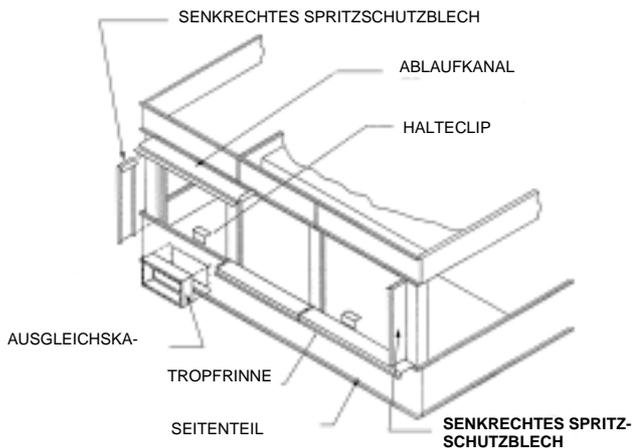

Abb. 8 – Tropfrinne und Spritzschutzblech (Typen mit 4,9 – 5,3 und 7,3 m Breite)
11. Setzen Sie das senkrechte Spritzschutzblech in den Winkel zwischen die senkrechten Halterungen. Verbinden Sie das senkrechte Spritzschutzblech mit 8 mm selbstschneidenden Schrauben, bei Edelstahl-Typen sind 8 mm Edelstahlschrauben und Muttern zu verwenden (Abb. 8).